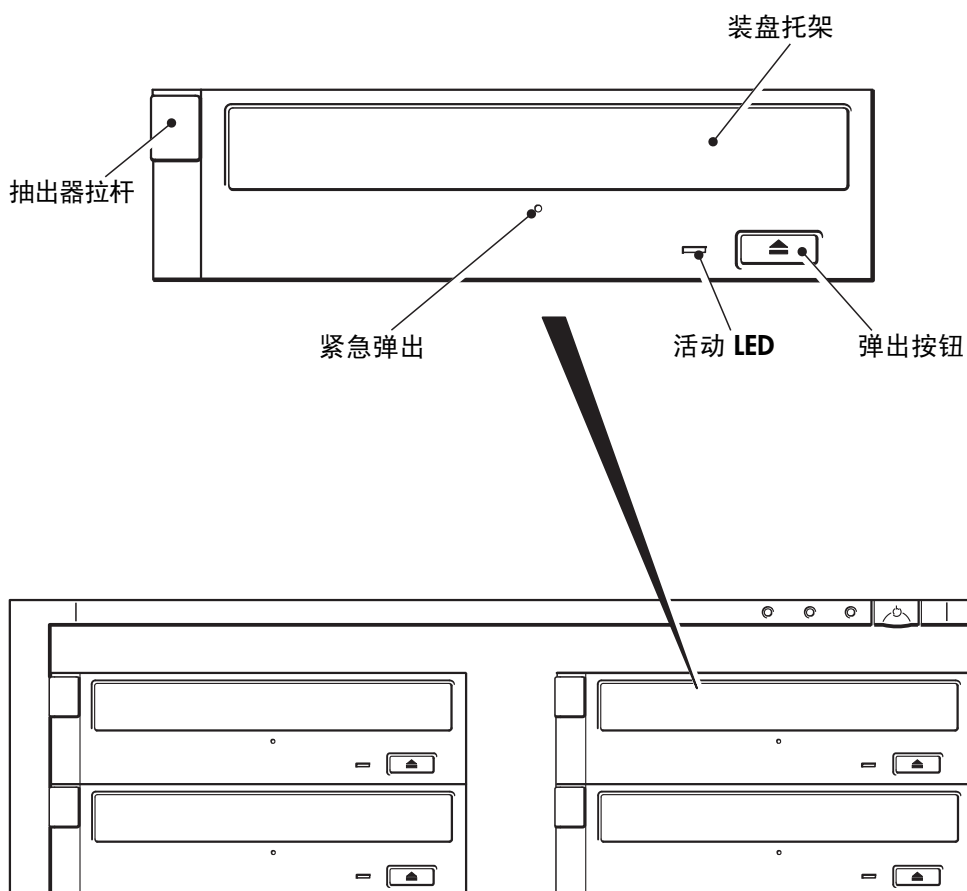

图 3: DVD+RW 驱动器的控件和指示器
有一个 LED，如图所示。（见图 3。）
- 2** 在装盘托架的下方查找紧急弹出小孔。请参见第 10 页的图 3。